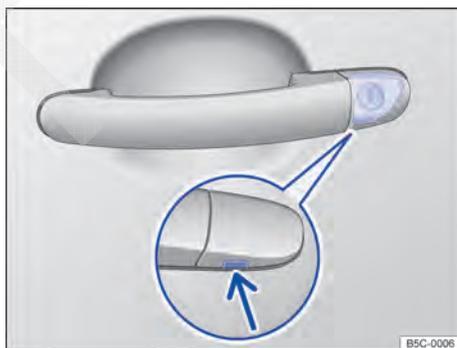

Fig. 214 Maçaneta da porta do condutor: cilindro da fechadura coberto.
- Em veículos com cilindro da fechadura coberto, introduzir a haste da chave na maçaneta da porta do condutor por baixo na abertura da capa de cobertura → Fig. 214 (seta) e removê-la de baixo para cima. Para isso puxar a maçaneta da porta.